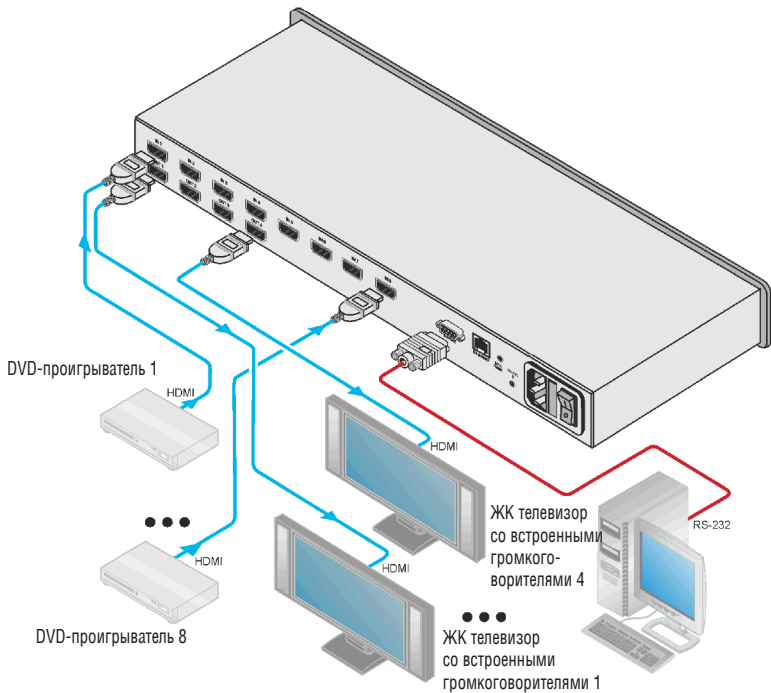

Рис. 2. Подсоединение матричного коммутатора HDMI VS-84HN
Чтобы подсоединить матричный коммутатор HDMI 8x4 **VS-84HN** в соответствии с примером, показанным на рис. 2, действуйте в следующем порядке, предварительно отключив всю аппаратуру:
4. Подсоедините сетевой шнур к розетке электросети (на рис. 2 не показан).